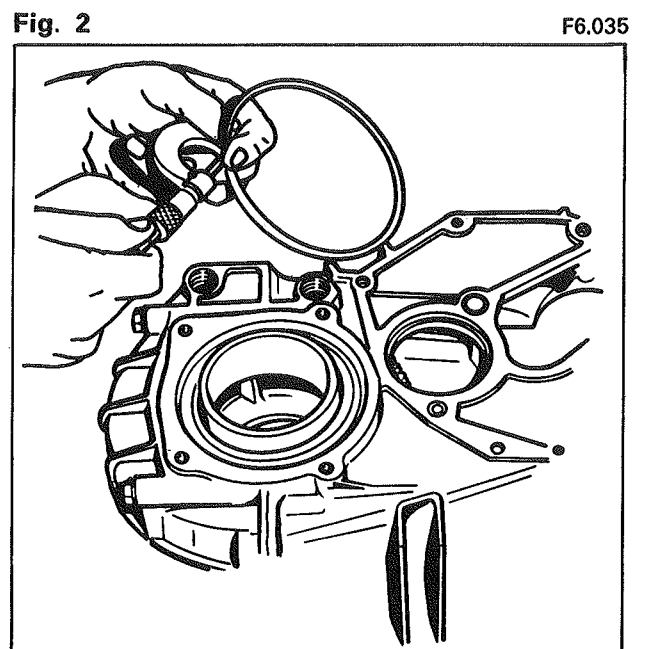

Fig. 2
- **Extraire les cales de réglage de la précharge des roulements de différentiel ; mesurer l'épaisseur de celles-ci (fig. 2).**